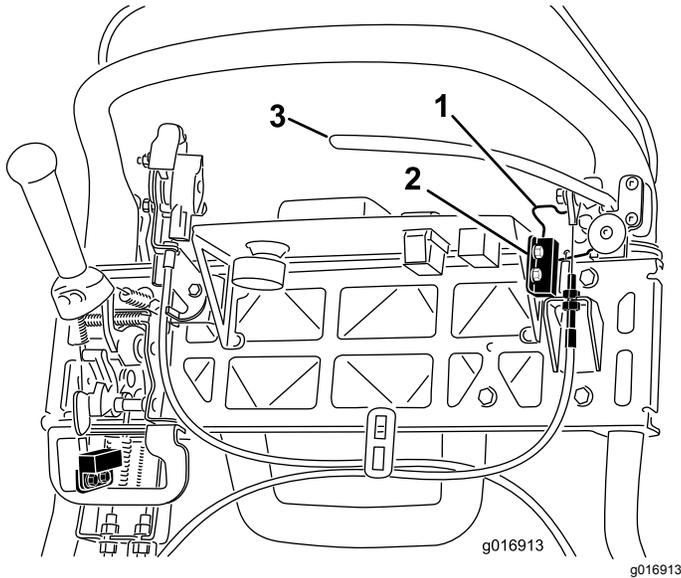

Figure 42
4. Desserrez les fixations du contacteur de sécurité (Figure 42).
5. Placez une cale de 1,6 mm d'épaisseur entre le verrou du frein de stationnement et le contacteur de sécurité (Figure 42).